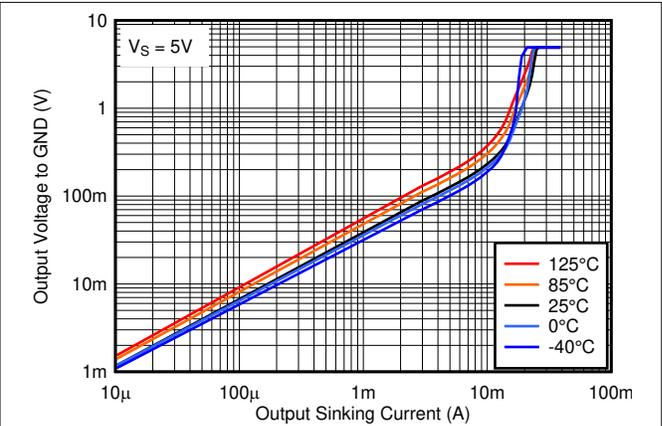

図 5-20. 出力 Low 電圧と出力シンク電流の関係、5V
- R_{CE} は、図 5-20 で目的の温度における線形領域の勾配を計測するか、 V_{OL} を I_{out} で除算することで決定できます。